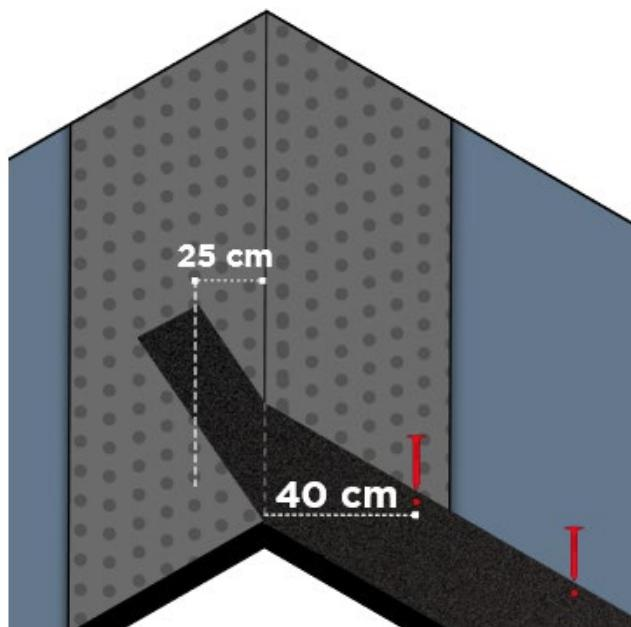

Fig. 14 – Posa Start Line SA sul compluvio
- Per quanto riguarda i compluvi, predisporre preventivamente sul compluvio una fascia di membrana bituminosa larga circa 100cm, per assicurare l'impermeabilizzazione dello stesso - Fig. 14. Posare la Start Line SA e le tegole della prima falda, facendole risalire di 25 cm oltre la linea di compluvio. È buona norma tagliare le tegole, una volta posate, seguendo la parallela a 25 cm alla linea di compluvio. Le tegole andranno fissate a fiamma in presenza della membrana bituminosa e a chiodo nella parte restante, a non meno di 40 cm dalla linea di compluvio - Fig. 14.